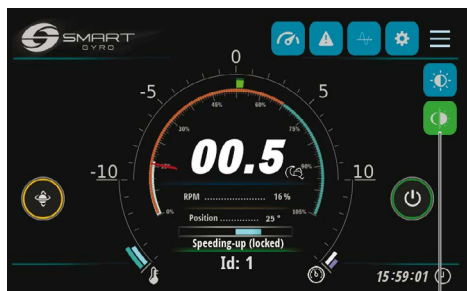

Figura 5
5. Pulse el icono de selección día/noche (Figura 5, (1)) para seleccionar la velocidad de funcionamiento deseada.